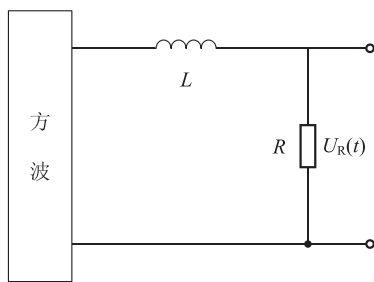

图 2.11.4
(2) 按图 2.11.4 接线,使  $R = 300\Omega$ ,  $L = 10\text{mH}$ ,观察并记录  $U_R(t)$ 。